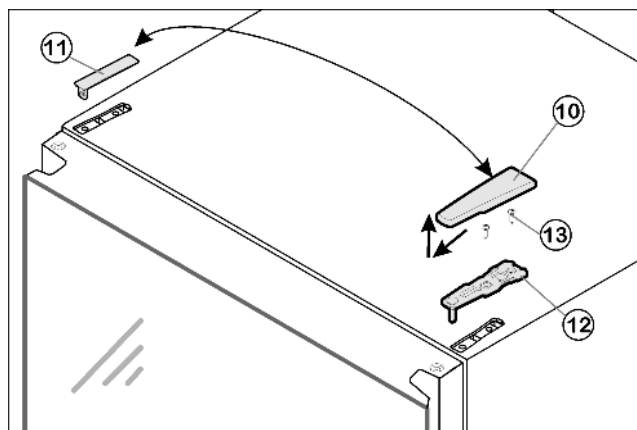

Fig. 6
- ▶ Потяните крышку Fig. 6 (10) вперед и вверх.
- ▶ Снимите крышку Fig. 6 (11).
- ▶ Открутите верхний опорный кронштейн Fig. 6 (12) (2 шт. Torx® 25) Fig. 6 (13) и вытяните вверх.
- ▶ Установите верхний опорный кронштейн Fig. 6 (12) на новой стороне шарнира и защелкните в дверце.
- ▶ Прикрутите верхний опорный кронштейн Fig. 6 (12) (с моментом 4 Нм) (2 шт. Torx® 25) Fig. 6 (13). При необходимости проделайте отверстия или используйте аккумуляторную отвертку.
- ▶ Защелкните крышку Fig. 6 (10) и крышку Fig. 6 (11) на противоположной стороне.